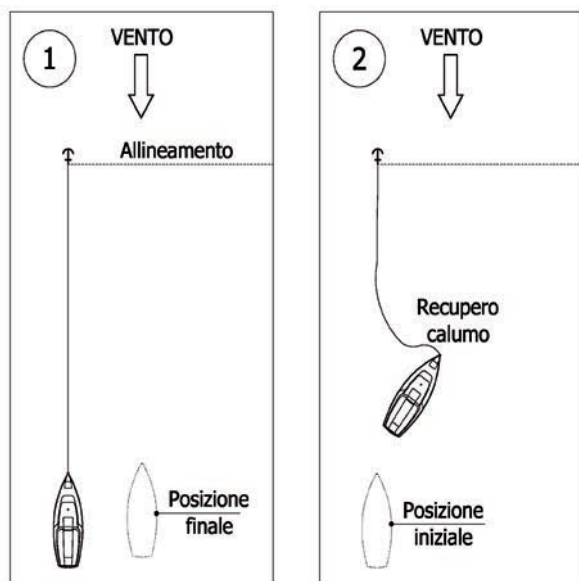

Figura 3
2. Si inizia a procedere con motore a marcia avanti, secondo l'angolo stabilito, recuperando da prua il calumo della prima ancora. Se questo è composto di sola catena, il recupero può avvenire lentamente con il barbotin del salpancora (sempre che la barca ne sia provvista). Se il calumo della prima ancora è misto (catena e cima) il cavo tessile sarà recuperato tirando l'imbanda a mano e accatastandolo – bene in chiaro – in coperta (Figura 3).
Se il calumo della prima ancora è misto (catena e cima) il cavo tessile sarà recuperato tirando l'imbanda a mano e accatastandolo – bene in chiaro – in coperta (Figura 3).